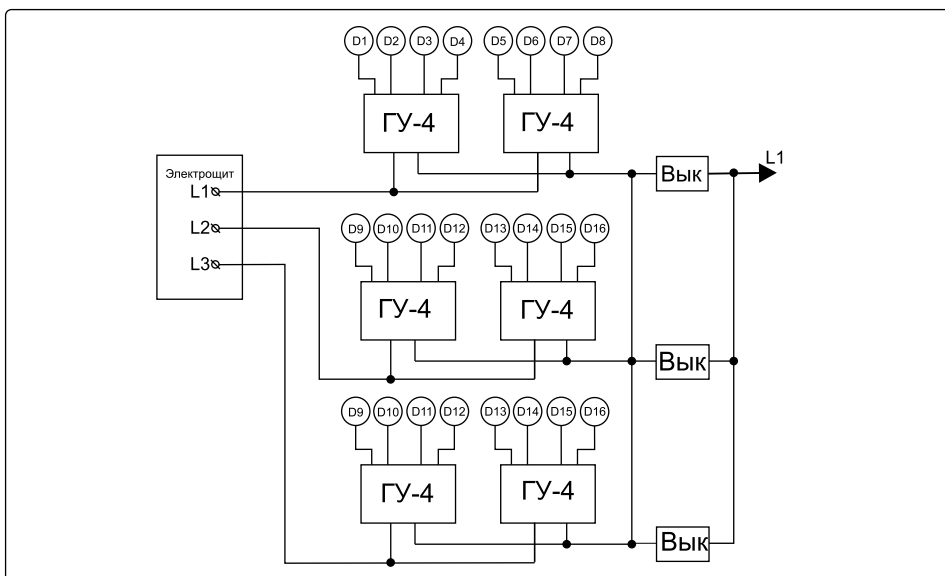

Рисунок 5. Схема подключения ГУ-4 к разным фазам питающей сети
- Закрепить кабельный ввод в выбитом отверстии (см. рис. 5).
- Подключить образованные группы к разным «фазам» (см. рис. 5).